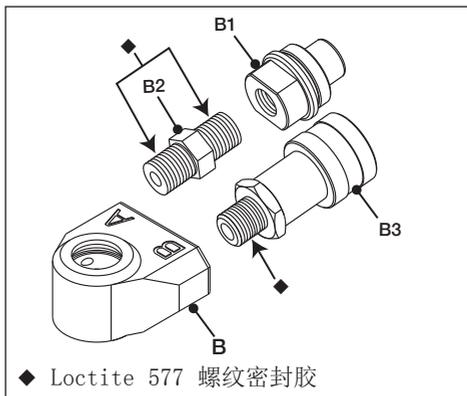

图 25
5.3.1 液压旋转接头和旋转接头杆拆卸 (图 21 和图 25)
- 从旋转接头杆 (F) 的顶部拆下卡簧 (A)。
- 使用一对一字螺丝刀，从旋转接头杆 (F) 上轻轻撬下旋转接头总成 (B)。
- 从旋转接头总成 (B) 的凹槽中拆下 O 型密封圈 (C)。
有关旋转接头组件的信息，请参见图 21 和图 25。
5.3.7 - 液压旋转接头和旋转接头杆重新装配和重新安装 (图 21 和图 25)
- 在快换母接头 (B3) 和直通接头 (B2) 的螺纹中涂上 Loctite 577 密封胶。涂抹位置请参见图 25 中的 ◆。